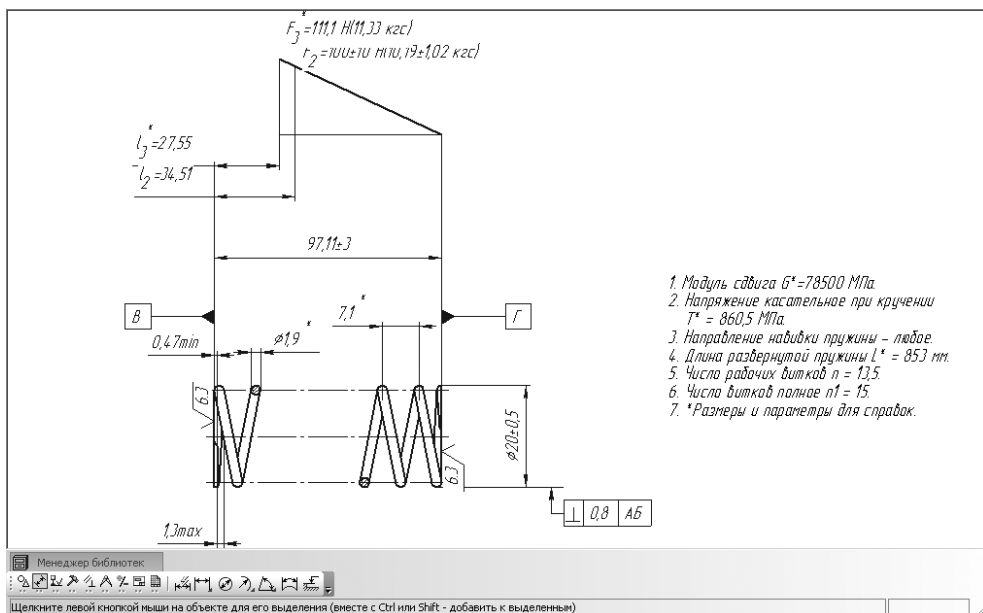

Рис. 4.44. Изображение пружины сжатия с заданными параметрами
- щелкните в диалоговом окне **Построение пружины сжатия** по кнопке **ОК** для перехода к изображению пружины сжатия с заданными параметрами. Это может выглядеть так, как показано на рис. 4.44.
- откройте графический файл с ранее спроектированной пружиной сжатия, например представленный на рис. 4.44.